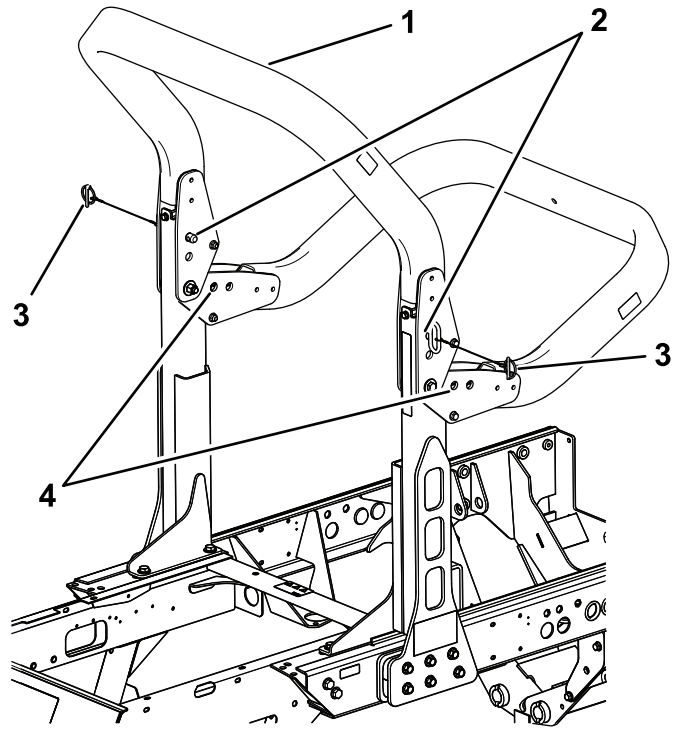

図 74
2. ROPSの上部フレームを支えておいて、ピボットブラケットからスナップピンとクレビスを外す(図 74)。